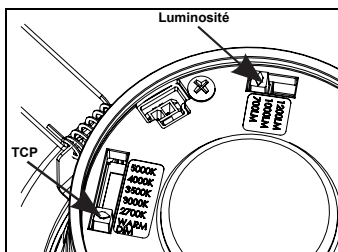

Figure 4
**Étape 4.** Sur le luminaire, sélectionnez la TCP et la luminosité désirées (Fig. 4) en soulevant le cache et en utilisant les (2) interrupteurs fournis. Le réglage d'usine pour la TCP est de 3 000 K et de 1 000 lm pour la luminosité.